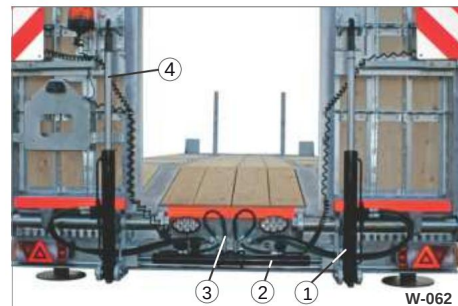

Bild 30 Kontroll/service av cylindrar
• Kontrollera cylindrarna (bild 30/1,2) med avseende på läckage (oljeförlust) och att de sitter ordentligt.
• Kontrollera slangarna (bild 30/3) med avseende på sprickor/deformationer.